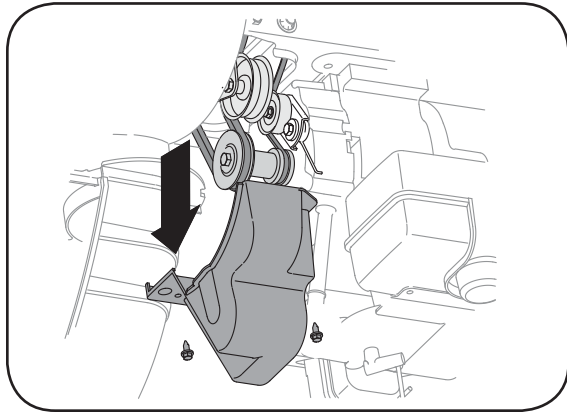

Figure 6-4
1. Retirez le couvre-courroie en plastique sur le devant du moteur en enlevant les deux vis auto-taraudeuses. Voir la Figure 6-4.
1. Retirez le couvre-courroie en plastique sur le devant du moteur en enlevant les deux vis auto-taradeuses. Voir la Figure 6-4.